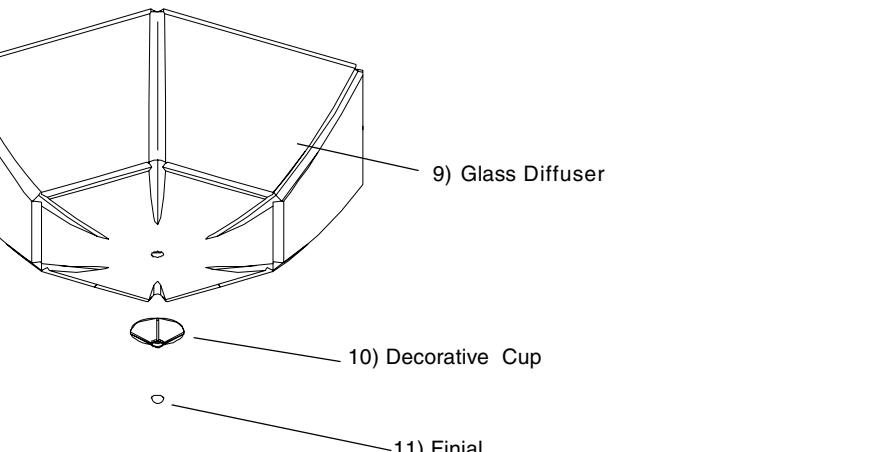

Figure 2
9. Conecte la Varilla Roscada (7) a la carcasa del luminario y alinee el agujero en el difusor de cristal (9) con la varilla roscada (7) conectada a la carcasa (5) - coloque en la carcasa. (Aprox. 5/8" de la varilla deberá estar expuesta por debajo del cristal – ajuste como necesario). Vea Fig. 2.
10. Asegure con copa Decorativa (10) y Finial (11).